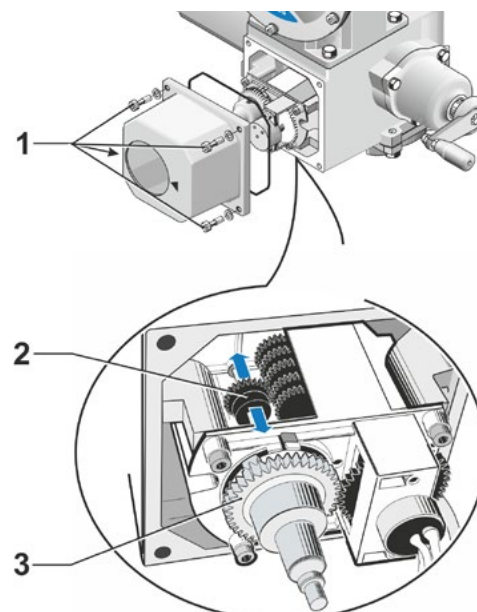

Bild 3: Inställning av signalväxels utväxling
- Lossa de 4 skruvarna (bild 3, pos. 1) från signalväxellocket och ta av locket.
och skjut inställningshjulet (bild 3, pos. 2) så att hjulets kuggkrans står mitt för det önskade stegvärdet på skalan.
- Flytta inställningshjulet genom att bara trycka lätt i önskad riktning. Ändringen av inställningshjulet underlättas om man snurrar lätt på centralhjulet (bild 3, pos. 3).